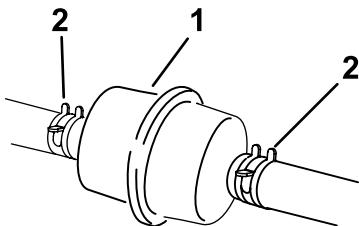

Figura 44
6. Bloquee los tubos de combustible en ambos lados del filtro de combustible del motor (Figura 44).
7. Apriete los extremos de las abrazaderas y deslícelas por el tubo alejándolas del filtro (Figura 44).